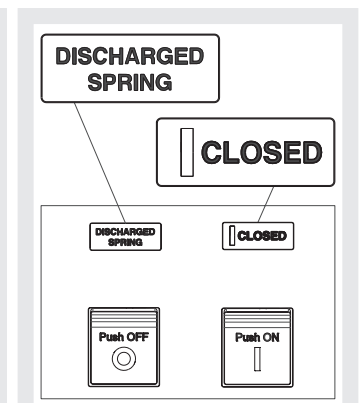

Abbildung 27
3. Leistungsschalter ein mit entspannten Federn (siehe Abbildung 27).